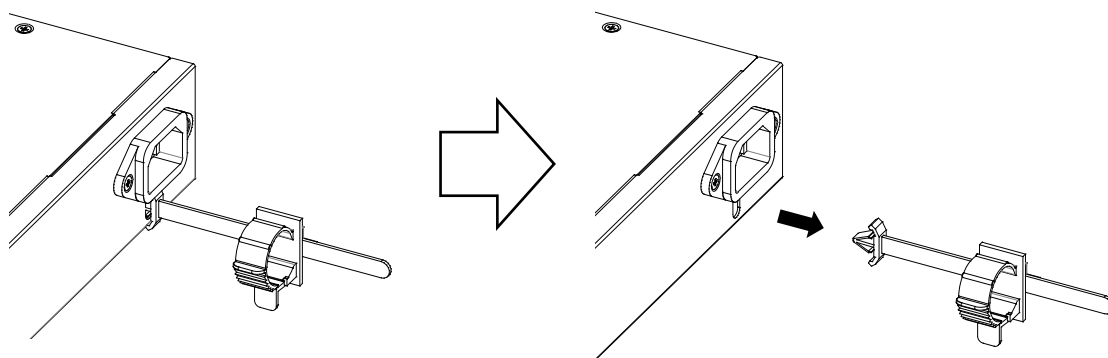

図 3-15 AC 電源コードストッパーの取り外し方法 2
- (5) AC 電源コードストッパーを装置から取り外す場合は、AC 電源コードストッパーを 90° 回転させて引き抜いてください。(図 3-15 参照)